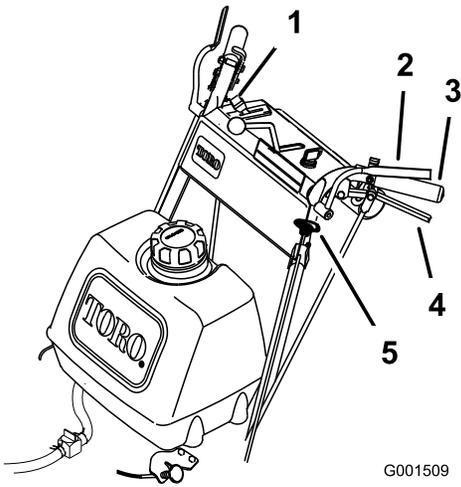

Figura 12
1. Para engranar las cuchillas, apriete las palancas de Control de Presencia del Operador (CPO) contra las empuñaduras del manillar (Figura 12).
- Empuje el mando de control de las cuchillas (TDF) hacia abajo a la posición de desengranado (Figura 12).
- Si suelta las palancas de Control de Presencia del Operador (CPO), se parará el motor y se detendrán las cuchillas (Figura 12) con la palanca de control de las cuchillas engranada.